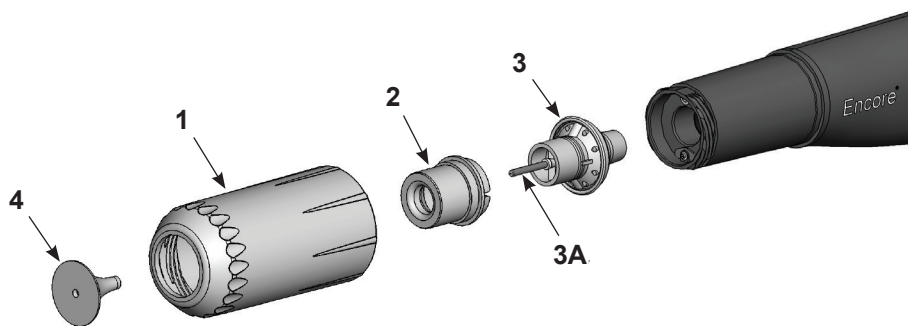

Figura 4-2 Cambio de deflectores y boquillas cónicas opcionales
1. Ver la Figura 4-2. Para cambiar el deflector (4), retirarlo suavemente del conjunto de electrodo (3). Si se cambia únicamente el deflector, se debe instalar el nuevo deflector en el conjunto de electrodo, teniendo cuidado de no doblar el cable del electrodo.
2. Para cambiar la boquilla entera, desenroscar la tuerca de la boquilla (1) en sentido antihorario.
3. Retirar la boquilla cónica (2) del conjunto de electrodo.